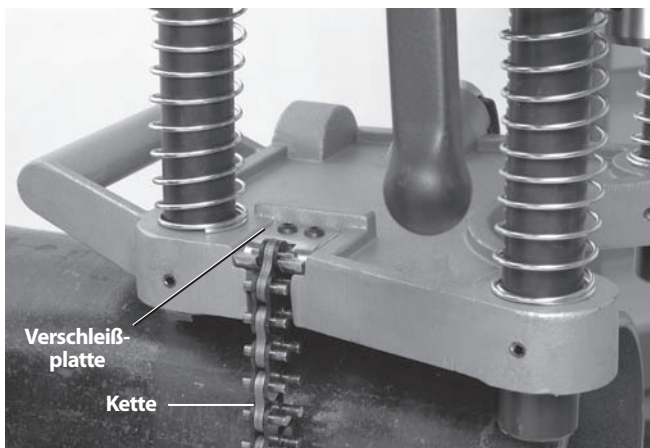

Abbildung 5 – Einhängen der HC-450 Kette
3. Halten Sie immer mindestens eine Hand am Gerät, um es zu stabilisieren und zu führen. Ergreifen Sie das Ende der Kette und ziehen Sie sie fest um die Leitung. Haken Sie den nächsten Kettenstift in die Verschleißplatte und ziehen Sie den Schwenkgriff fest an, um das Gerät an der Leitung zu halten. (Siehe Abbildung 5.)